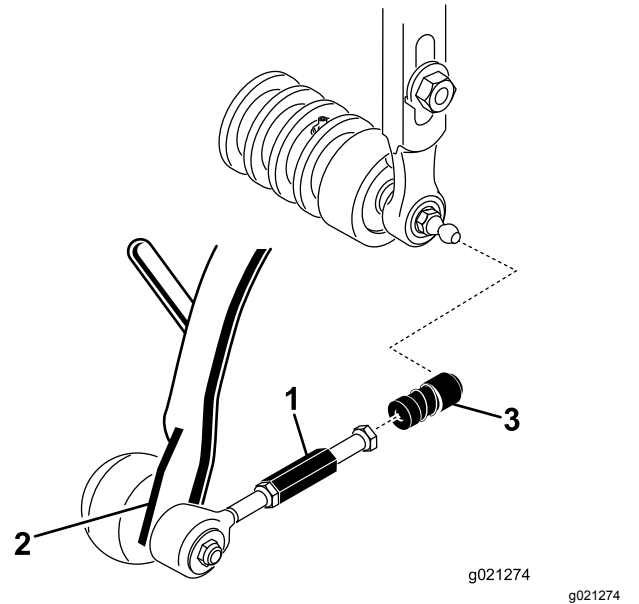

图10
3. 将各个球窝接头接收器的套管向后滑然后将接收器挂到滚刀组球头螺栓上图10。